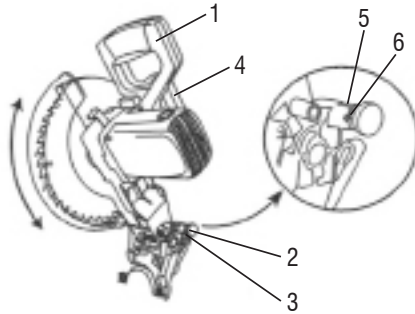

Fig. 4 - Procedimiento para levantar el cabezote
- 2 - Al mismo tiempo tirar el pin traba (2);
- 3 - Girar el pin traba para la posición (6), conforme Fig. 4;